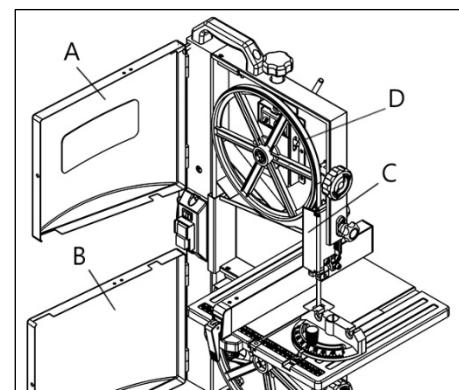
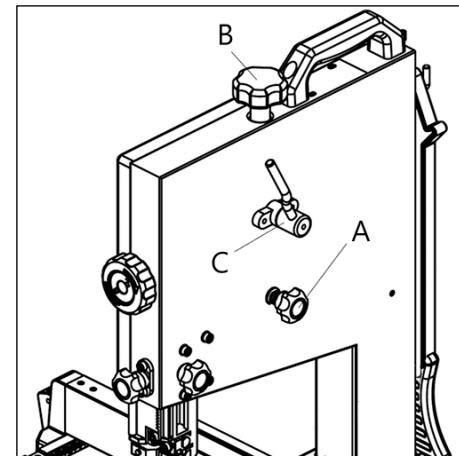

Рисунок 11.
Рисунок 12.
Ослабьте ручку блокировки С (рис. 12), вручную поворачивайте верхний маховик D (рис. 11), осторожно, не касаясь пильного полотна. Поворачивайте ручку регулировки А (рис. 12) по часовой стрелке или против часовой стрелки до тех пор, пока пильное полотно не окажется по центру. После регулировки затяните фиксирующую ручку С (рис. 12) и закройте крышки А и В (рис. 11).
Полностью поднимите верхнюю направляющую пильного полотна. Принимая во внимание его ширину, вращайте ручку В, чтобы отрегулировать натяжение (рис. 12).
- Откройте верхнюю и нижнюю крышки (рис. 11).
- Ослабьте ручку быстрого доступа С (рис. 12).
- Закройте верхнюю и нижнюю крышки А и В (рис. 11). Закройте крышку верхней направляющей С.